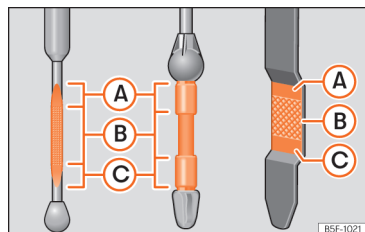

Fig. 215 Joja de ulei.
Legenda pentru >>> **fig. 215:**
- Apoi scoateți-o din nou și verificați nivelul uleiului » fig. 215. Dacă este necesar, adăugați ulei de motor.
- Când nivelul uleiului ajunge cel puțin la zona » fig. 215 (B), înșurubați cu atenție bușonul orificiului de umplere cu ulei » .